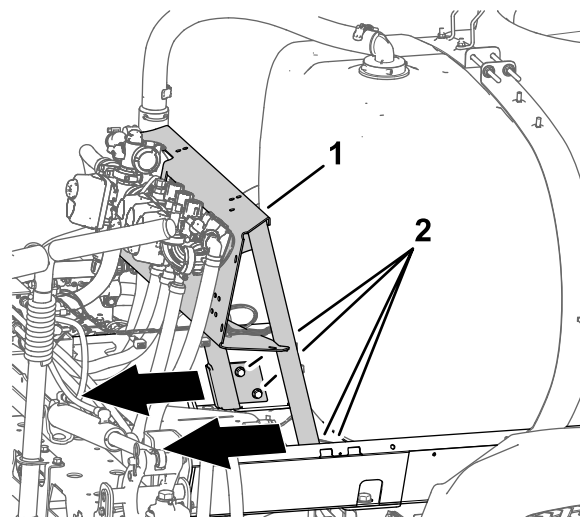

Рисунок 11
2. Сдвиньте опору крепления клапана назад (Рисунок 11).
1. Ослабьте 4 болта с фланцевыми головками (3/8 x 1 дюйм) и 4 фланцевые контргайки (3/8 дюйма), которые крепят опору крепления клапана к раме бака (Рисунок 11).